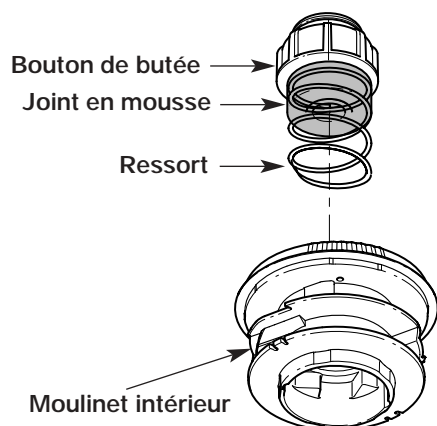

Fig. 52
1. Retirez le bouton de butée, le ressort et le joint en mousse en tournant le bouton de butée à gauche (Fig. 52).
2. Tirez le bouton de butée, le ressort et le joint en mousse (Fig. 52).
- Placez le bouton de butée, le ressort et le joint en mousse dans la bobine extérieure (Fig. 52).